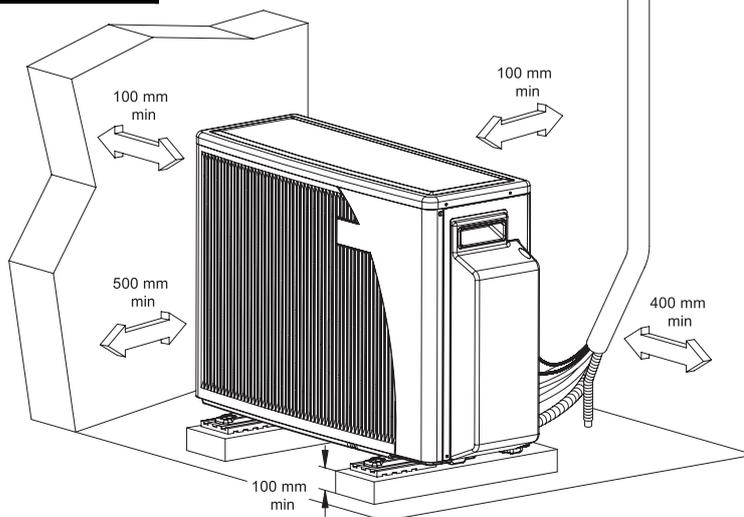

Fig.4
1. L'ubicazione deve consentire un agevole servizio di assistenza e una buona circolazione dell'aria come illustrato in Fig. 4
6. Fare riferimento alla Fig. 4 per le distanze d'installazione consentite.